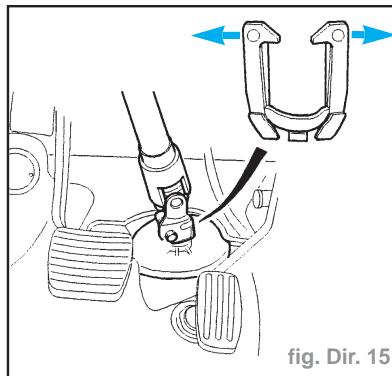

fig. Dir. 15
- Dégager les faisceaux bridés sur le protecteur (12).
- Déclipper le protecteur (12) à sa partie inférieure (a).
- Déposer le protecteur (12).
- Dégager le cardan de direction en écartant le clip de sécurité (fig. Dir. 15).